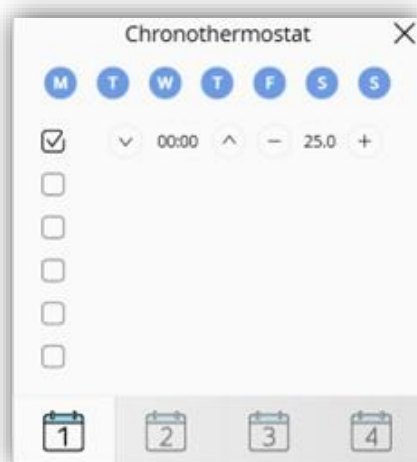

Figure 120. Fenêtre émergente du chrono-thermostat
- **Valeur minimum de consigne** [-99 ... 18 ... 199] [°C] : valeur minimum de consigne que l'utilisateur pourra configurer dans la programmation du chrono-thermostat (voir Figure 120).
- **Valeur maximum de consigne** [-99 ... 30 ... 199] [°C] : valeur maximum de consigne que l'utilisateur pourra configurer dans la programmation du chrono-thermostat (voir Figure 120).